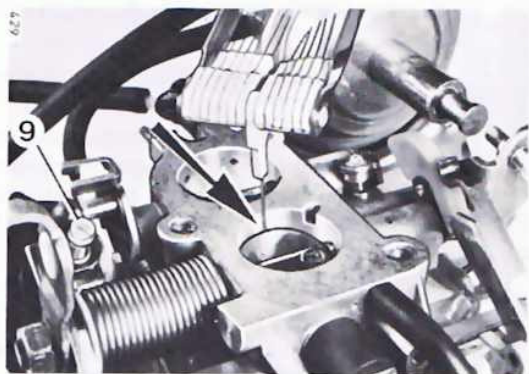

Bild 27
- Kühlmittelanschlußstutzen (Dehnstoffelement) abschrauben und statt dessen Prüfwerkzeug (2) mit Stiftlänge **2,0 mm** aufschrauben. Dabei auf richtige Lage des Schiebers (1) achten.
- Spalt gemäß (Pfeil) Bild 27 kontrollieren und ggf. wie folgt einstellen:
- Schraube (6) lösen.
- Hebel (7 und 8) zusammendrücken und dabei an Einstellschraube (9) den Spalt gemäß Bild 27 korrigieren.
- Hebel (7 und 8) zusammendrücken und Schraube (6) festziehen.